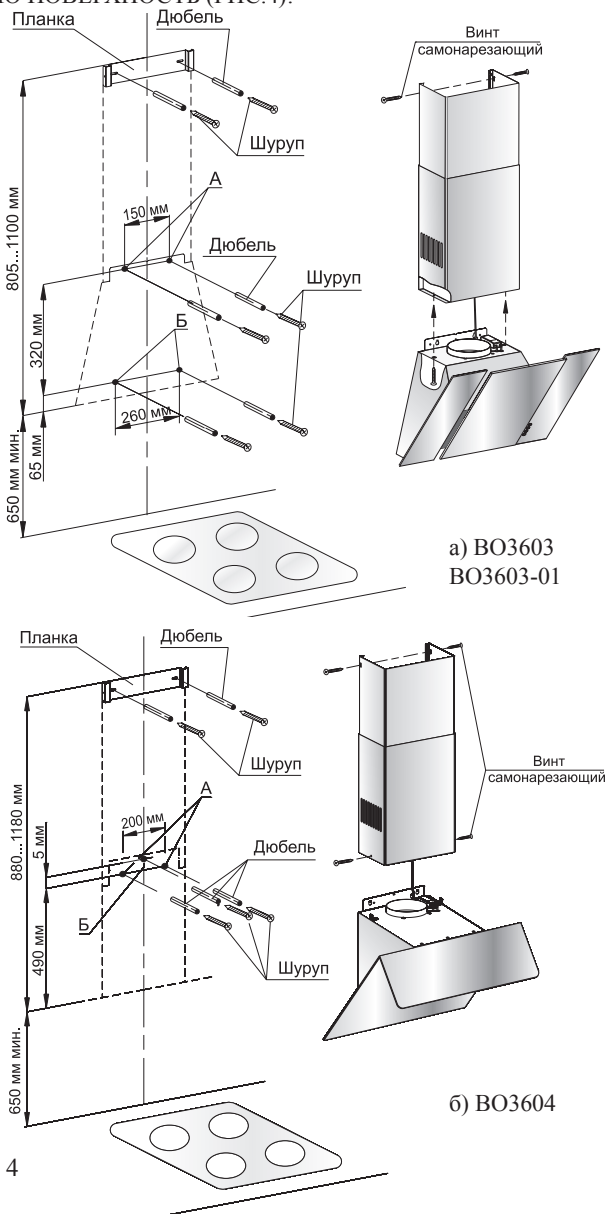

Рис. 4
ВНИМАНИЕ: МИНИМАЛЬНОЕ РАССТОЯНИЕ МЕЖДУ ПЛОСКОСТЬЮ УСТАНОВКИ ПОСУДЫ НА ПЛИТУ (НАГРЕВАТЕЛЬНОЙ ПОВЕРХНОСТЬЮ) И ВОЗДУХООЧИСТИТЕЛЕМ ДОЛЖНО БЫТЬ 65 см. ВОЗДУХООЧИСТИТЕЛЬ КРЕПИТЬ НА РОВНУЮ ПОВЕРХНОСТЬ (РИС.4)!
6.3 С учетом установочной высоты и центральной линии разметьте на стене отверстия (А и Б) (рис.4).
6.4 Просверлите отверстия диаметром 8 мм: А на глубину 70 мм, Б на глубину 50 мм, рис.4.
6.5 В отверстия вставьте дюбели согласно рис.4. и по отверстиям А заверните не до упора два шурупа, на которые навесьте воздухоочиститель со снятыми фильтрами.